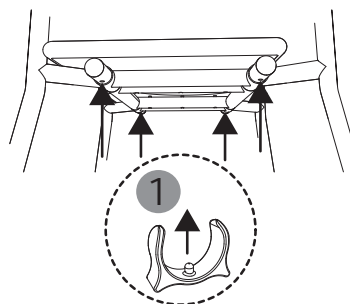

fig. 14
5. I tubi di inserimento devono essere ruotati in modo che i fori sono rivolti verso l'alto/ il basso. Le quattro clip di fissaggio vengono inserite dal basso (1, fig. 14).